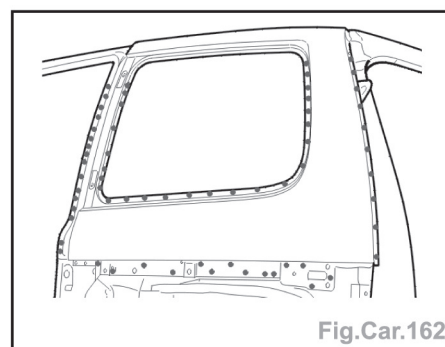

Fig.Car.162
- Souder par points électriques (Fig.car.162).